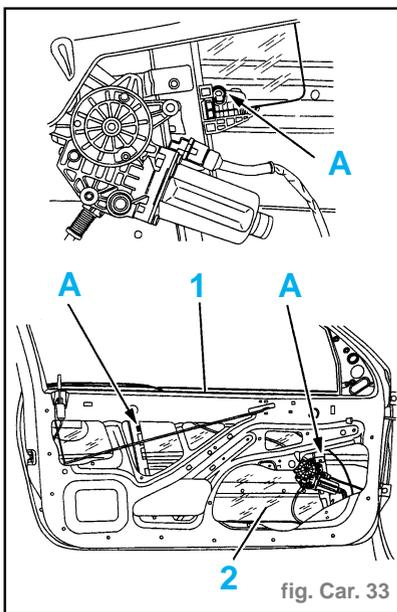

fig. Car. 33
- Déposer le joint lèche-vitre intérieur (1) (fig. Car. 33).
- Dégager la vitre (2) du mécanisme de lève-vitre en poussant en (A) à l'aide d'un tournevis plat.